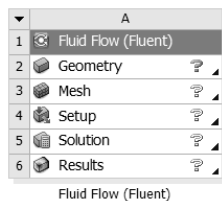

图 1-35 创建结构分析项目
Step2：双击 Analysis System（分析系统）中的 Static Structural（静态结构）分析模块，此时会在 Project Schematic（工程项目管理窗口）中的项目 A 下面生成项目 B，如图 1-35 所示。